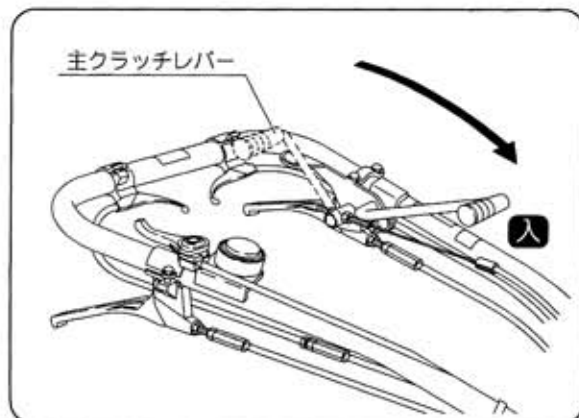

図13
- ③ 主クラッチレバーをゆっくり前方に倒すとクラッチが入ります。(図13)